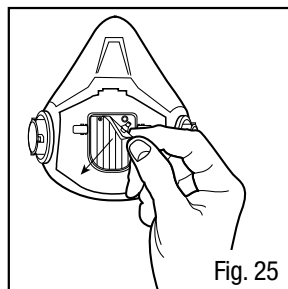

Fig. 25
2. Retire la Válvula de exhalación 3M™ 6583 desde el asiento de la válvula al tomar la válvula y jalar cada vástago de la válvula del asiento de la válvula (Fig. 25).